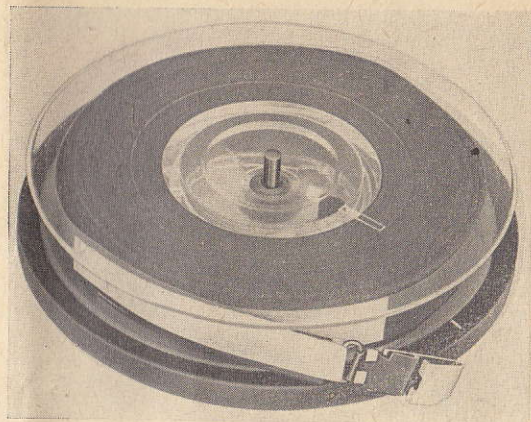

Bild 7
- 2.5. Alsdann ist die Spule - Bild 7 - mit dem Rest des Magnettonbandes vorsichtig einzusetzen. Hierbei ist die gebogene Bandfeder, die an der Metallarmierung des Bandschlitzes sitzt - Bild 8 -, mit dem Spulenkörper zurückzudrücken, so daß diese einen Druck auf das Magnettonband bzw. Achse des Spulenkörpers ausübt. Nun ist das Magnettonband in den einseitig metallarmierten Bandschlitz des Bandkassettenunterteiles - Bild 9 - einzulegen. Hierbei ist das Unterteil der Bandkassette wieder in waagerechter Lage zu halten und darauf zu achten, daß die Lagerkugel vorhanden ist.